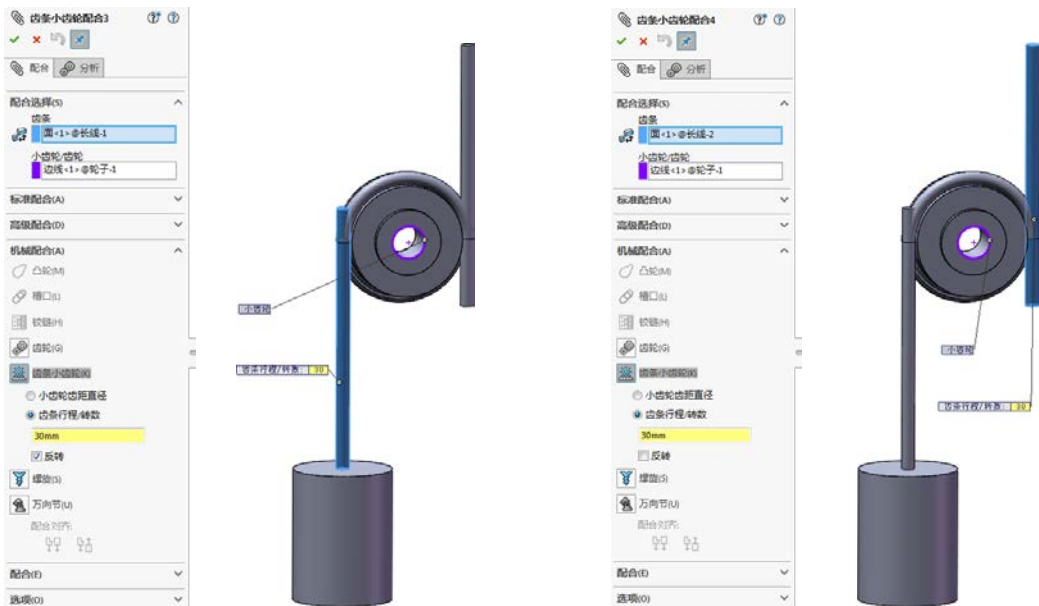

图 5-47 添加两个“齿条小齿轮配合”配合
STEP 2 添加轮子和长线间的两个“齿条小齿轮配合”配合，如图 5-47 所示，设置每个转数的大小都为“30mm”，只是方向相反。